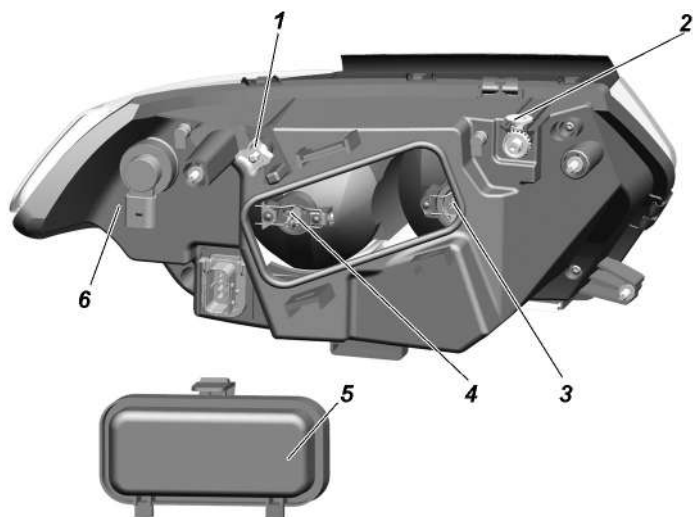

Рис. 9.39. Фара:
3. Включите ближний свет фар и, поочередно закрывая каждую фару, вращением регулировочного винта 1 (рис. 9.39) и регулировочной шестерни 2 добейтесь, чтобы светотеневая граница слева от точек E и E' совпала с линией 1, а справа – с линиями 2 и 2' для левой и правой фар соответственно. Точки перелома светотеневой границы должны совпадать с точками E и E'.
Замена ламп фар. Для замены лампы указателей поворота снимите колодку с патрона 6 (рис. 9.39), поверните патрон по